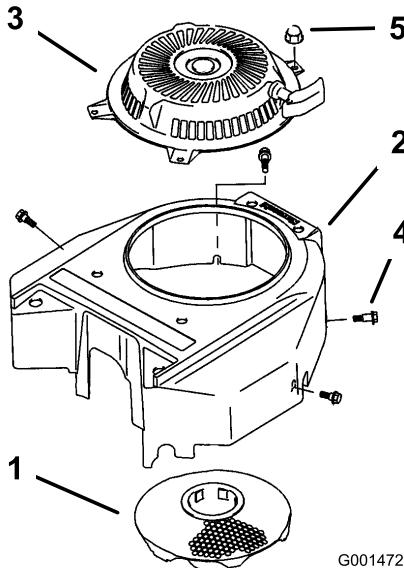

図 49
3. エアインテークスクリーン、リコイルスタータ、ファンハウジングを外す図 49。
5. エアインテークスクリーン、リコイルスタータ、ファンハウジングを取り付ける図 49。